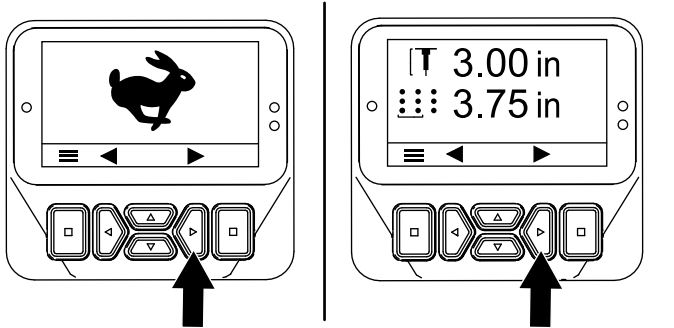
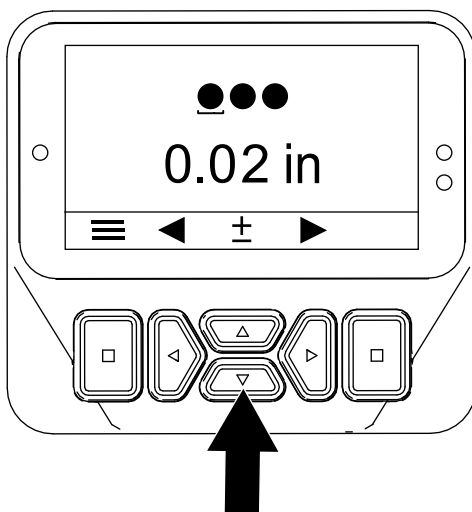

Figura 55
Figura 56
3. Prima o botão direito até ser mostrado o ecrã que permite configurar o diâmetro dos dentes (Figura 55 e Figura 56).
4. Ajuste o diâmetro dos dentes com os botões cima/baixo (Figura 56) conforme indicado a seguir: